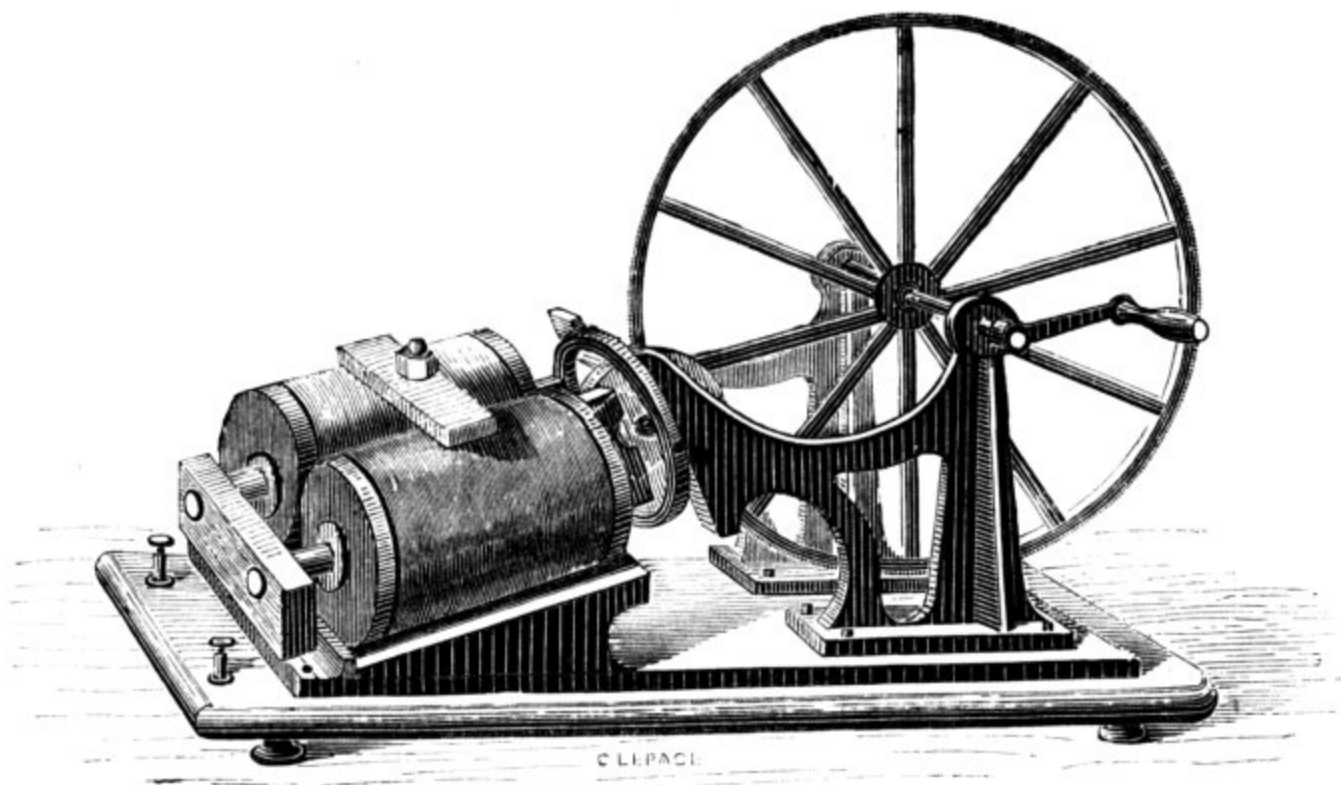

FIG. 6.
12. Appareil de Foucault pour transformer le mouvement en chaleur, fig. 6. 350 fr.